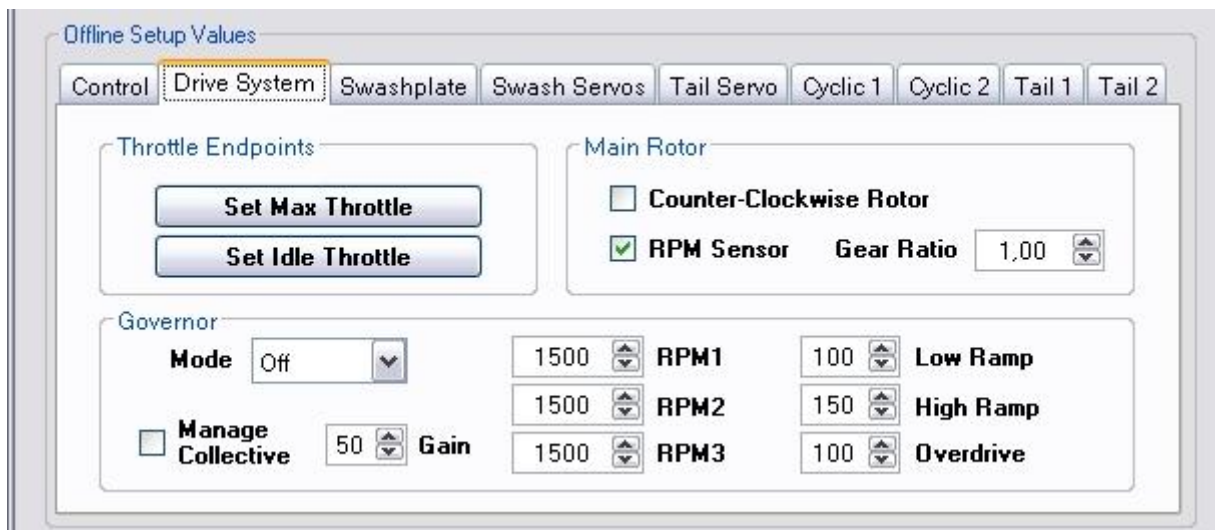

Рисунок 11.3 Установки безопасного газа
- Теперь убедитесь, что двигатель вертолета выключен и снова подсоедините SK-720 к вашему компьютеру. Зайдите на вкладку **Drive System** (как показано на рисунке 11.3 ниже) и установите необходимые параметры (*примечание: в новой версии оригинальной инструкции почему-то описан процесс установки throttle failsafe для предыдущей версии программы настройки. При этом все описание сводится к рекомендации нажать кнопку «Set Throttle Failsafe» и следовать появляющимся инструкциям. Рисунок 11.3 сделан на основании уже новой версии программы*).